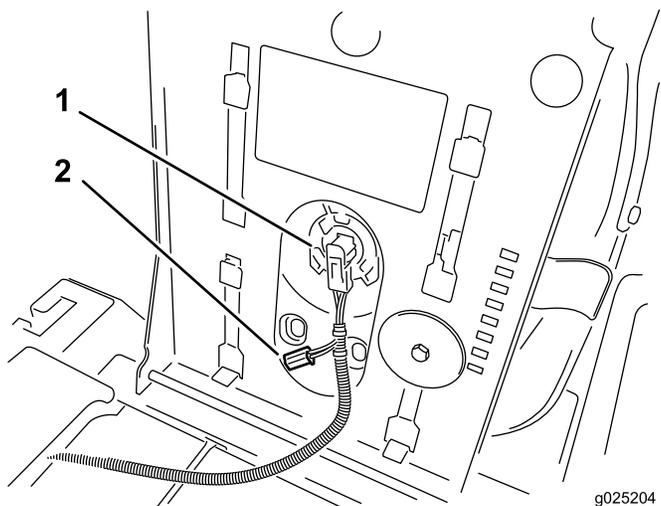

Figura 1
2. Estraete il connettore di cablaggio dall'interruttore del sedile posto sotto il sedile stesso (Figura 1).
7. Collegare il connettore di cablaggio non usato in precedenza all'interruttore del sedile posto sotto il sedile stesso (Figura 1).